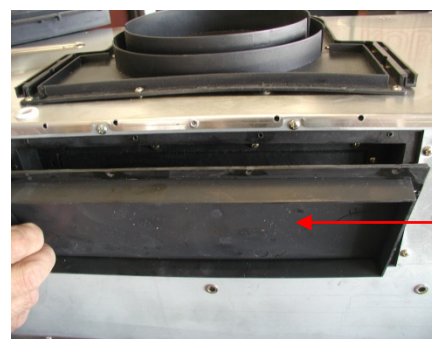

Figura 24
- Corte el orificio de la cubierta de ventilación (posterior) y regrese al otro lado. Consulte la Figura 24.